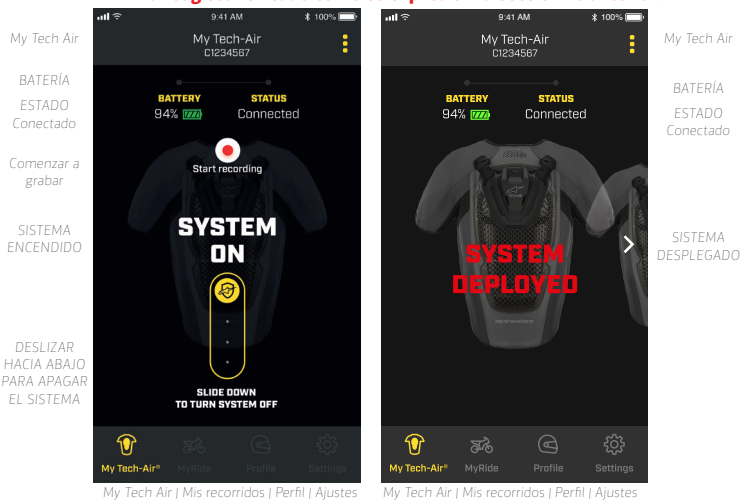

Imagen 12
Durante la conducción, el modo «Sistema encendido» está activo y por consiguiente y por razones de seguridad, el usuario no podrá acceder a la mayoría de las funciones de la Aplicación. En caso de que el usuario necesite desactivar el Sistema, por ejemplo durante un paseo fuera de la carretera sobre un camino escabroso, el Sistema puede apagarse si se desliza el icono de la Aplicación (como se muestra en la Imagen 12). Para reactivar, abra y cierre la solapa frontal (2). En caso de despliegue, la App mostrará el estado correspondiente con la mención SISTEMA DESPLEGADO como se muestra en la Figura 12.